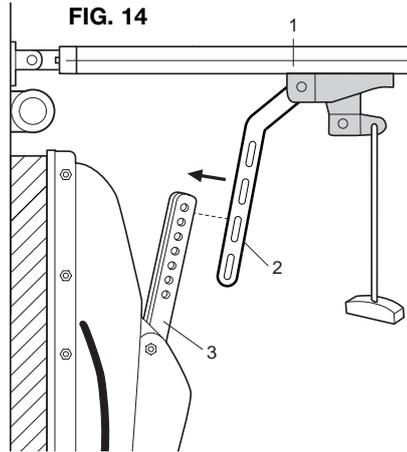

FIG. 14
4. Con la puerta completamente cerrada, acercar el carro exterior (con el brazo de unión acoplado) en el brazo de la puerta. Alinear el brazo de unión e insertar en la ranura del brazo de la puerta (fig. 14).
6. Retirar el conector de cables (fig. 14 y 15) a fin de dejar libre el mecanismo.